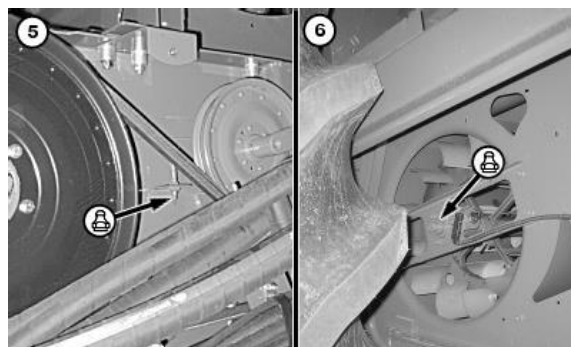

Рис.4.55 – Змащення підшипника відбійного бітера (5) та підшипника вентилятора очистки (6)
17. Змастити підшипник відбійного бітера з обох сторін (рис.4.55).
18. Змастити підшипник вентилятора очистки (з обох сторін) (рис.4.55).